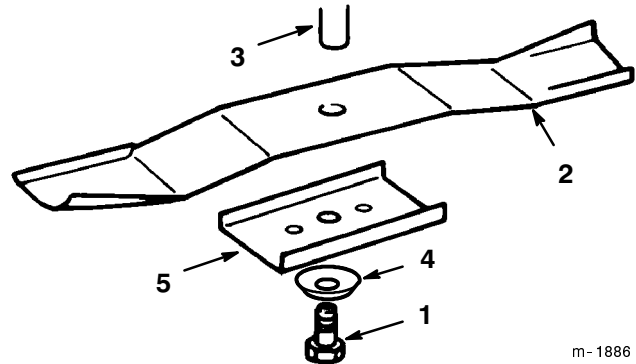

Figure 37
- Enlevez le boulon (clé de 16 mm [5/8"]), la rondelle bombée, le porte-lame et la lame (Fig. 37). Pour enlever le boulon, bloquez éventuellement la lame en introduisant une cale en bois entre la lame et le carter de tondeuse.
1. Montez la lame, le porte-lame, la rondelle bombée (face concave vers la lame) et le boulon de lame (Fig. 37).